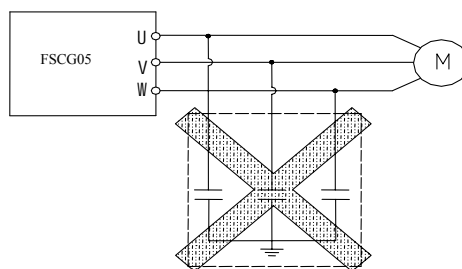

图 1-2 变频器输出端禁用电容器示意图
1.3.10 由于变频器输出U、V、W电压波型为PWM波，在输出侧若装有改善功率因数的电容或防雷用压敏电阻等，都会造成变频器故障或器件损坏，请务必拆除。变频器输出端禁用电容器示意图如下图 1-2所示：